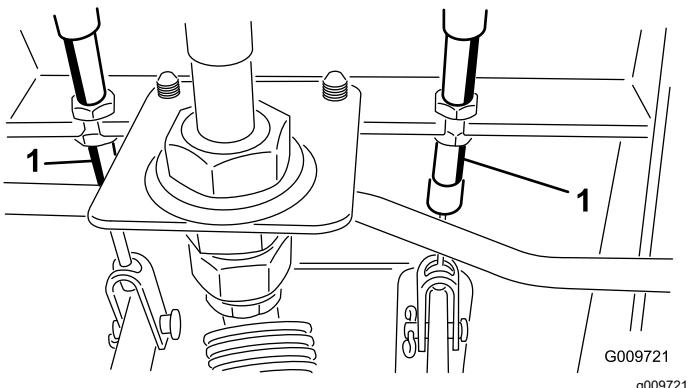

図 74
- A. ブレーキケーブル図 74 の端にある前ナットをゆるめる。